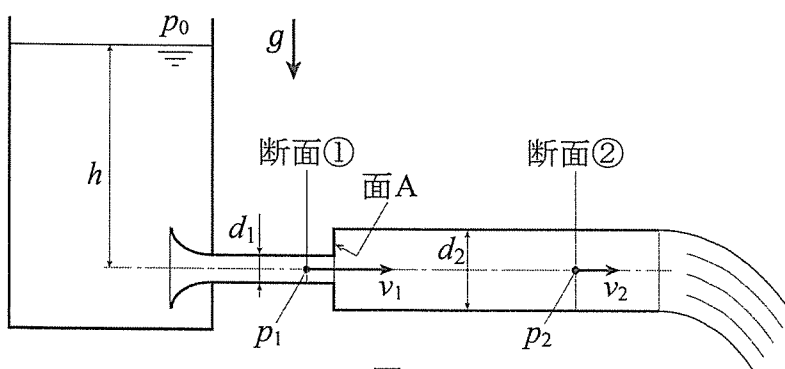

図 1.2
(2) 図1.2のように、前問の内径 d_1 の円管の終端に内径 d_2 の円管を両円管の中心軸が一致するように接続して、流路断面積を急拡大させた。液体は新たに接続された円管の終端から大気中に流出する。急拡大部の管中心軸に垂直な壁面を面Aとする。図1.2のように急拡大部の上流に管中心軸と垂直な断面①をとり、急拡大部の十分下流に管中心軸と垂直な断面②をとる。断面①を通る液体の速度分布は一様で、その流速を v_1 とする。断面①の管中心での圧力を p_1 とする。断面②を通る液体の速度分布は一様で、その流速を v_2 とする。断面②の管中心での圧力を p_2 とする。このとき、以下の設問に答えよ。